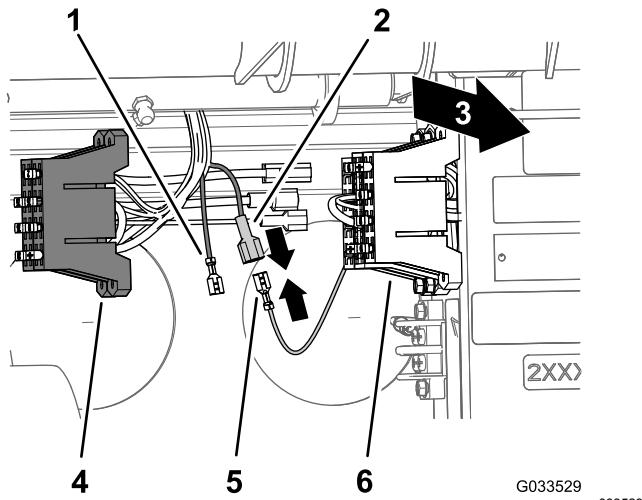

Figura 25
2. Individuate il morsetto del connettore non isolato all'estremità del filo di alimentazione giallo aperto del portafusibili per la macchina e il morsetto della lama isolato all'estremità del filo di alimentazione giallo opzionale del portafusibili del cablaggio dell'irroratrice (Figura 25).
4. Collegate il morsetto con connettore faston non isolato del portafusibili per la macchina al connettore faston isolato del portafusibili dell'irroratrice (Figura 25).